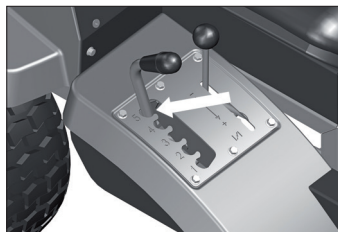
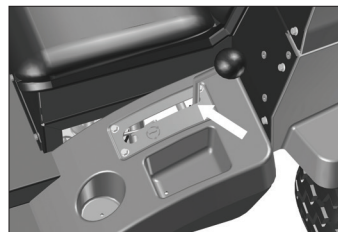

Fig. 23
Fig. 25
1. Antes de ligar o conjunto de corte, mova a alavanca de seleção de altura para a posição (5) mais alta, [Fig. 23].
4. Para desligar o conjunto de corte, mova a alavanca de seleção de altura novamente para a posição (5) mais alta, [Fig. 23] e retorne a alavanca de acionamento de conjunto de corte para a posição Desligado [Fig. 25].